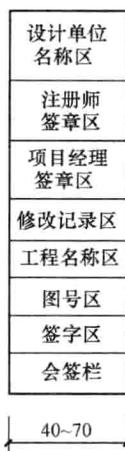
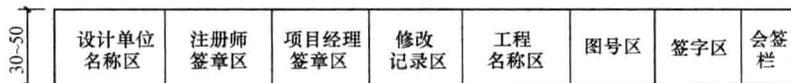

图 1-17 标题栏(一)
图 1-18 标题栏(二)
(2)标题栏应符合图 1-17、图 1-18 的规定,根据工程的需要选择确定其尺寸、格式及分区。签字栏应包括实名列和签名列,涉外工程的标题栏内,各项主要内容的中文下方应附有译文,设计单位的上方或左方,应加“中华人民共和国”字样;在计算机制图文件中当使用电子签名与认证时,应符合国家有关电子签名法的规定。